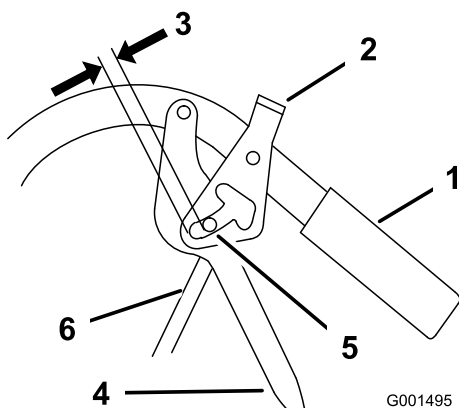

Figure 33
2. Ajustez la longueur de la tige de commande en vissant ou dévissant la tige pour obtenir un écartement de 5 à 6 mm (3/16 à 1/4") entre la tige et le bas du verrou de point mort/frein de stationnement (Figure 33).
3. Montez la tige de commande sur le levier de déplacement et le verrou de point mort/frein de stationnement. Fixez la tige avec un axe de chape et une goupille fendue (Figure 33).